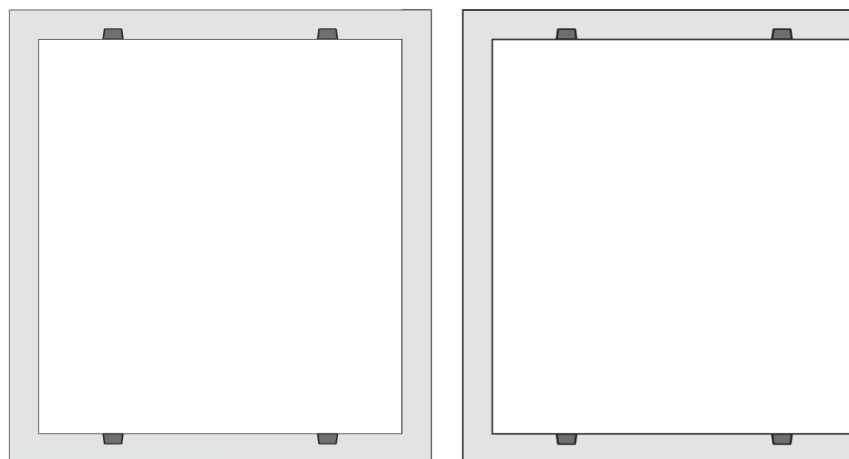

Fig. A1.01
- Uso dell'arresto a cerniera BR in caso di vani chiusi e aperti. (Fig. A1.01)